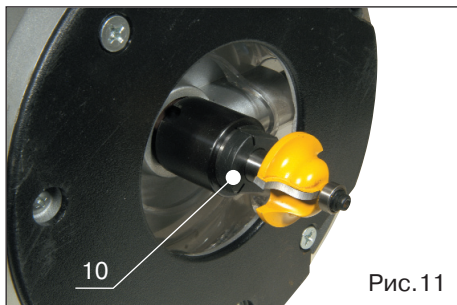

Рис.11
4. Используя специальный гаечный ключ, поверните немного цанговый зажим (поз.10, рис.11), для того, чтобы заблокировать режущий инструмент. Поворачивайте ключ против часовой стрелки для снятия режущего инструмента. Поворачивайте ключ по часовой стрелке для закрепления режущего инструмента.